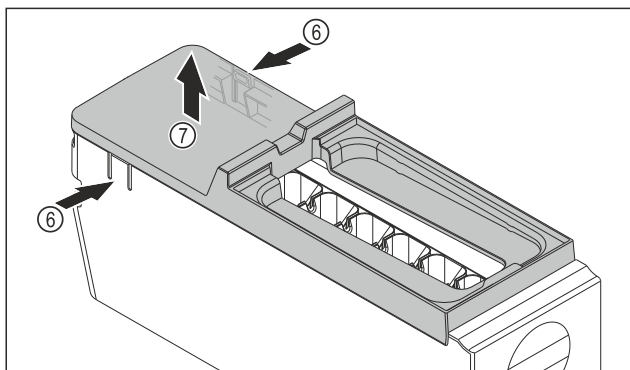

Fig. 198
- Retirer le couvercle du corps de l'EasyTwist-Ice : D'une main, pousser les languettes Fig. 198 (6) des deux côtés du corps de l'EasyTwist-Ice.
- De l'autre main, retirer le couvercle Fig. 198 (7) vers le haut.